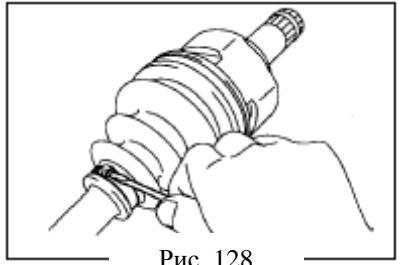

Рис. 128
**16. Отсоедините малый зажим внутреннего ШРУСа с помощью отвертки(рис. 128)**